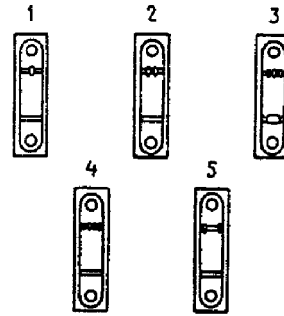

Fig 2-13. Marcas das capas da árvore de manivelas
4. Instalar as metades inferiores dos casquilhos nas capas, e instalar as capas no bloco dos cilindros, observando as posições verificadas quando da desmontagem, e as marcas de identificação existentes nas capas (fig. 2-13).